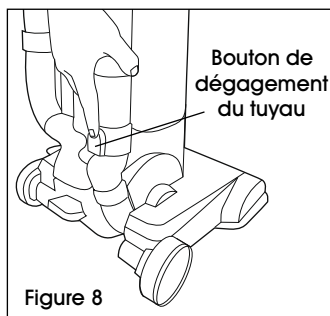

Figure 8
1. Pour retirer le tuyau afin d'utiliser un accessoire, appuyez sur le bouton de dégagement du tuyau et retirez son extrémité. (Voir Figure 8)